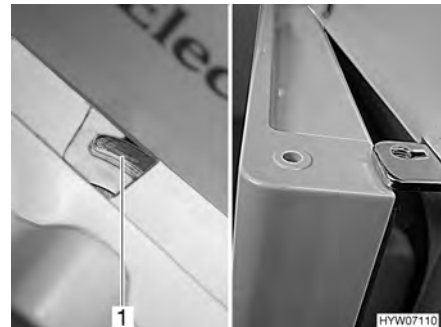

Fig. 145 Porta del frigorifero/del vano congelatore in posizione di ricircolo d'aria (serie Dometic 7 con vano congelatore separato)
- Spostare il dispositivo di bloccaggio completamente verso destra. La porta del frigorifero/porta del vano congelatore è bloccata con l'ausilio dell'arresto della porta (Fig. 145,1). In questo modo la porta del frigorifero/porta del vano congelatore rimane ferma in posizione socchiusa (Fig. 145).